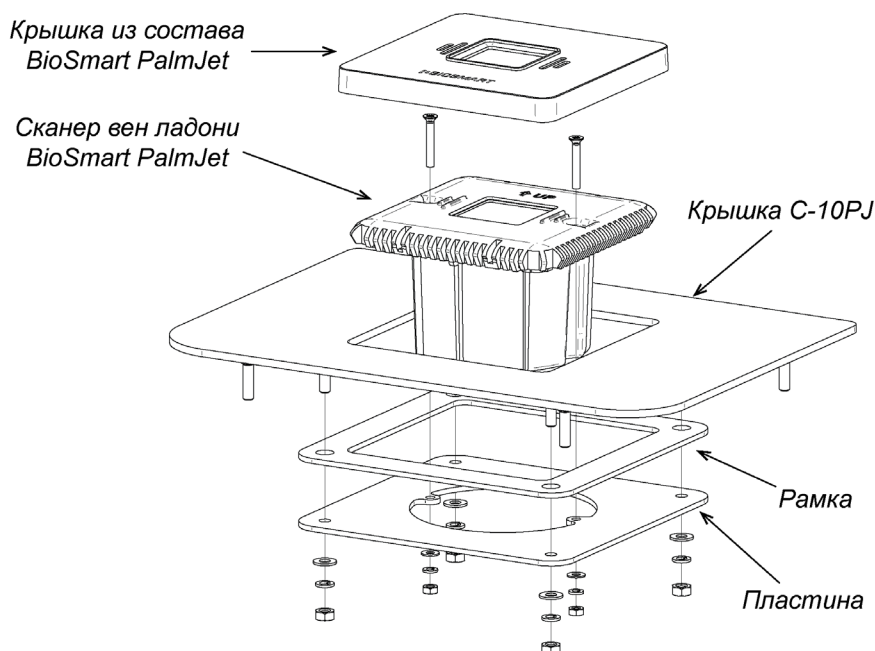

Рисунок 33. Боковая крышка **PERCo-C-10PJ** со сканером вен ладони **BioSmart PalmJet**
1. Подключите монетоприемник к COM-порту ПК при помощи кабеля **WEL-R7U06** (имеется в комплекте поставки), разъем для подключения расположен на боковой панели монетоприемника (см. рис. 33).
2. Подайте питание на монетоприемник (контакты 1 и 2 клеммной колодки **XTU4**, см. рис. 23). Загорится индикатор (показан на рис. 33).
9. Проверьте положение микропереключателей на боковой крышке монетоприемника (см. рис. 33):